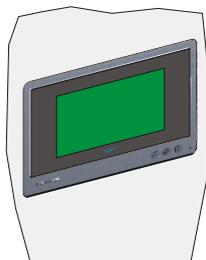

图 4
4. 接好分机线，将分机底部的螺丝口对准螺丝按入并向下拉至稳固（见图4）。